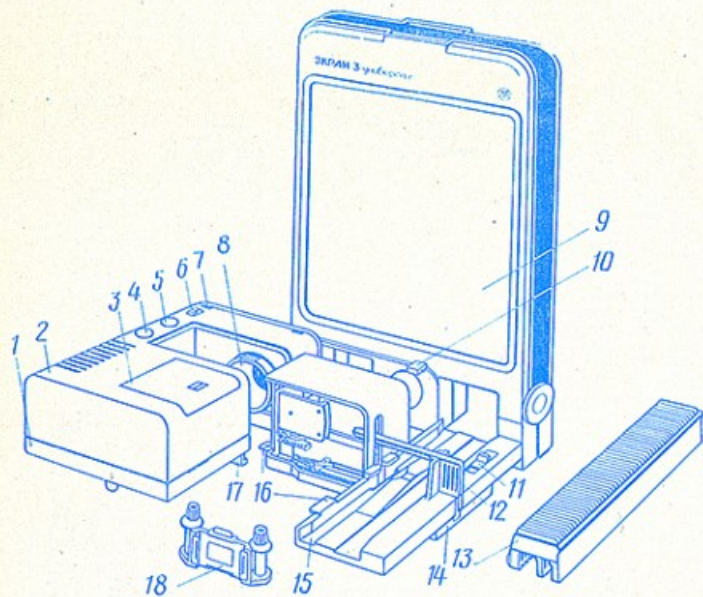
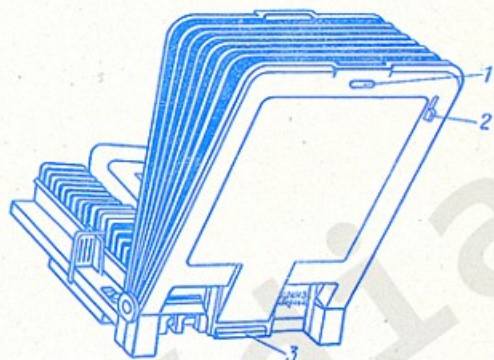
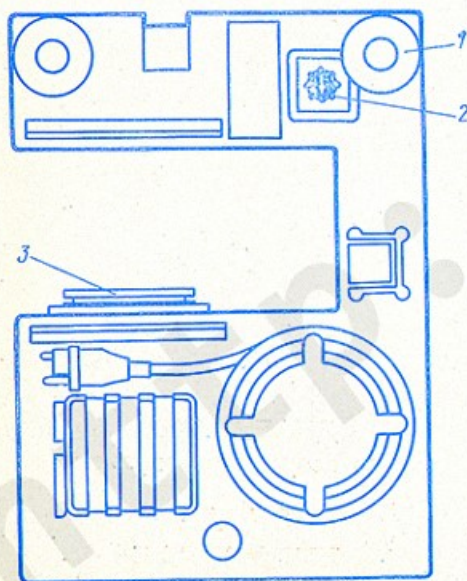

Рис. 1. Основные блоки и части диапроектора:
Рис. 2. Вид диапроектора со стороны экрана-приставки:
Рис. 3. Основание диапроектора:
Не оставляйте без внимания диапроектор, подключенный к электросети. Не снимайте крышку 3 (рис. 1) и не заменяйте лампу при включенном в сеть приборе. После непрерывной работы диапроектора в течение часа сделайте перерыв не менее 15 мин.
Диапроектор «Экран 3 универсал» — оптико-механический прибор, состоящий из функционально связанных между собой оптической, механической, электрической частей и органов управления (рис. 1...3).
Проектор. Все основные узлы проектора укреплены на металлическом основании 1 (см. рис. 1). Для крепления фильмоприставки и ее поворота на основании проектора установлена посадочная поворотная рамка 3 (см. рис. 3). Снаружи проектор закрыт пластмассовым кожухом 2 (см. рис. 1), который крепится к основанию двумя винтами. На кожухе находится вентиляционная решетка, крышка 3 доступа к лампе, регулятор резкости 6, красная кнопка включения 5, черная кнопка 4 расфиксации диаприставки с проектором.
На основании проектора снизу имеются две регулируемые опоры 1 проектора (см. рис. 3) и предохранитель 2 в держателе.
Диапоставка имеет пластмассовое основание 14 (см. рис. 1), на котором укреплен механизм перемещения диапозитивов из диамагазина 13 в кадровое окно. К основанию крепится пластмассовый кожух 15, который является направляющим трактом диамагазина и толкателя 12. На кожухе расположен движок 11 смены направления движения диамагазина.
При работе с диапоставкой установите заполненный диапозитивами диамагазин 13 (см. рис. 1) на основание 14 так, чтобы его зубчатая рейка находилась снизу со стороны диапроектора и первый диапозитив совпадал с осью толкателя. Введите диапозитив в кадровое окно перемещением толкателя влево до упора. Дальнейшая смена диапозитивов осуществляется возвратно-поступательным движением толкателя. Направление перемещения диамагазина задается переключением движка 11.
- зафиксируйте пленку прижимной рамкой соответственно формату кадра 24×36 или 18×24 мм. Фильмоприставку 18 установите в направляющие поворотной рамки 3 (см. рис. 3). При чередовании на пленке горизонтально и вертикально расположенных кадров поверните фильмоприставку в поворотной рамке на 90° .
Для соединения экрана-приставки с проектором введите зацепы приставки в соответствующие углубления на корпусе проектора и, придерживая проектор, прижмите экран-приставку в нижней части до щелчка клавиши фиксации 3 (см. рис. 2). При работе с диапроектором на столе поднимите опоры 1 (см. рис. 3); диапроектор должен установиться на две ножки экрана-приставки. Выведите систему зеркал в рабочее положение. Для этого
нажмите кнопку раскрытия 1 (см. рис. 2) и раскройте заднюю стенку экрана-приставки, придерживая ее рукой.
Включите прибор в сеть и нажмите красную кнопку включения 5 (см. рис. 1). Установите резкое изображение на экране вращением регулятора 6.
Чтобы сложить экран-приставку, отведите ее заднюю стенку в сторону раскрытия и одновременно поднимите рычаг 2 (см. рис. 2). Закройте заднюю стенку экрана-приставки до щелчка. Для отсоединения экрана-приставки от проектора нажмите клавишу фиксации 3.
При замене проекционной лампы отключите проектор от сети и дайте остыть ей и деталям проектора 15...20 мин. Откройте крышку 3 (см. рис. 1), выньте лампу из ламподдержателя и вставьте новую.